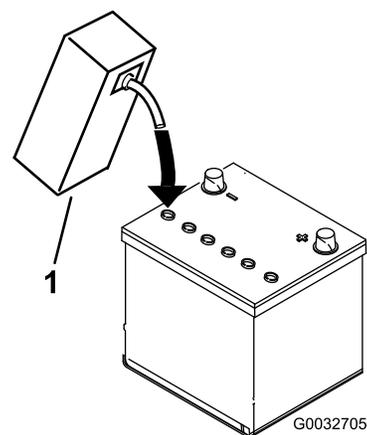

Рисунок 4
3. Осторожно заливайте электролит в каждую ячейку до уровня над пластинами примерно 6 мм (Рисунок 4).
4. Подождите примерно 20-30 минут, пока электролит не впитается в пластины. При необходимости доливайте электролит до уровня, не доходящего примерно 6 мм до низа заливного отверстия (Рисунок 4).